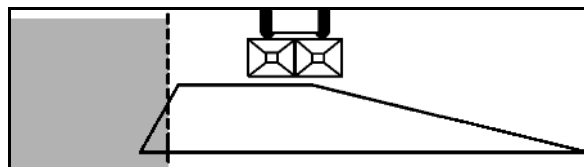

Fig. 72
1. Det gjør du ved å løsne hendelen (Fig. 72/1).